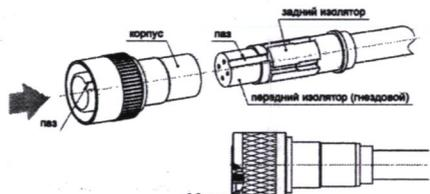

Рисунок 10
3.4 Установить собранный пакет в корпус до упора, совместив паз переднего изолятора с пазом корпуса. Правильность установки контролирую измерением указанных размеров. При контроле обеспечить поджатие втулки к корпусу. Величина утопания изолятора относительно корпуса - 0,2 мм max (рисунок 10).